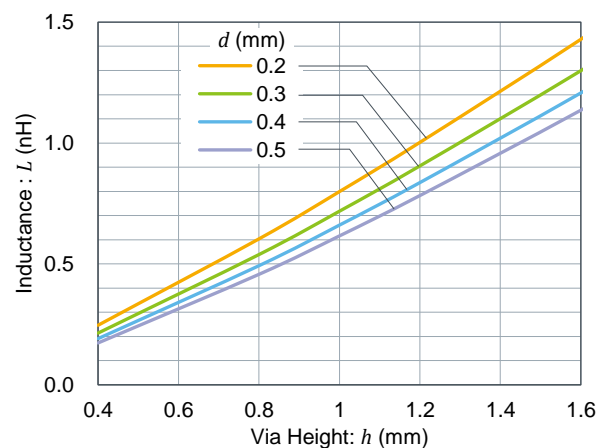

Figure 15. 通孔的电感值
二极管的阳极侧通过通孔与 GND 平面连接，通孔也有寄生电感值。电感值可以用计算式 (3) 估算，代表性的计算结果如 Figure 15 所示。并联多个通孔可以降低数值。